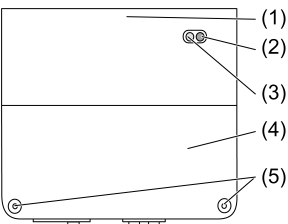

Figure 1
- Desserrer les deux vis (5) et retirer le couvercle du boîtier (4) (figure 1).